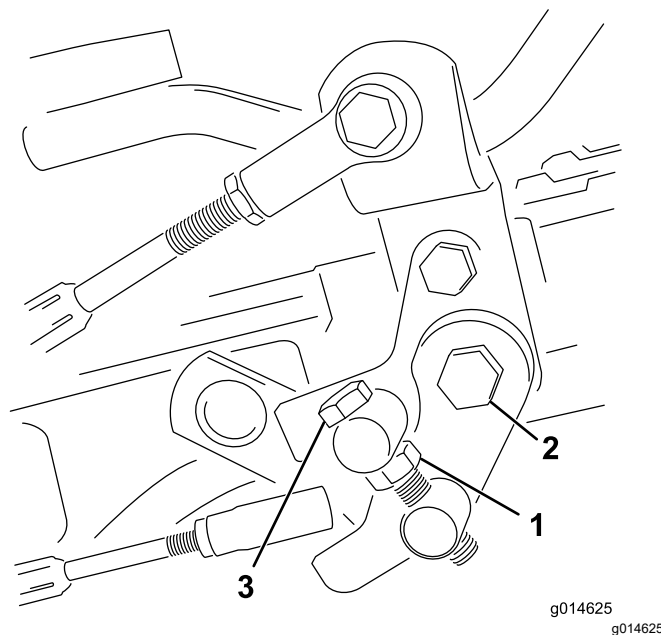

Figura 45
1. Liberte a porca de retenção do parafuso do eixo (Figura 45).
4. Aperte a porca de retenção no parafuso do eixo e a porca na articulação do pedal para bloquear o ajuste (Figura 45). Verifique o ajuste e ajuste se for necessário.